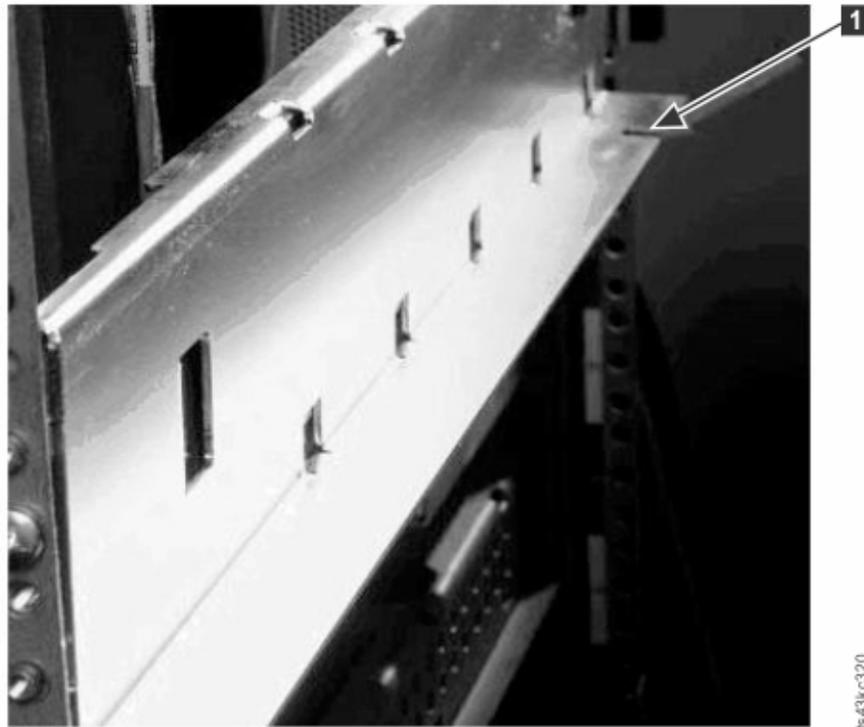

Figure 42. Trou pour l'axe d'alignement
- a. Placez le levier d'alignement de la paire de modules supérieure en position verrouillée ou engagée. Si vous rencontrez une résistance, ajustez la position du module supérieur afin que la broche dans le mécanisme d'alignement s'insère dans l'orifice prévu à cet effet sur le module inférieur. Si vous rencontrez toujours une résistance, vérifiez si les rails de l'armoire sont correctement installés. Vérifiez que le trou pour l'axe d'alignement se trouve sur le rail gauche (en regardant depuis l'avant) en direction de l'arrière de l'armoire. Consultez **1** dans Figure 42, à la page 54.